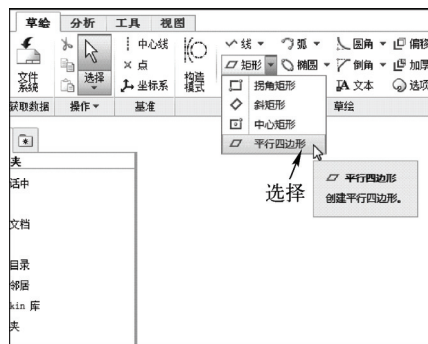

图 2-30 选择“平行四边形”选项
STEP 02 在功能区选项板的“草绘”选项卡中，单击“草绘”面板中“矩形”右侧的下拉按钮，在弹出的列表框中选择“平行四边形”选项，如图 2-30 所示。